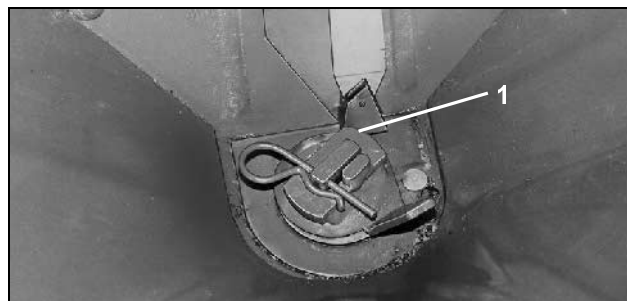

Fig. 50
- Instemal (Fig. 50/1) in de uitloopopening stekenken.